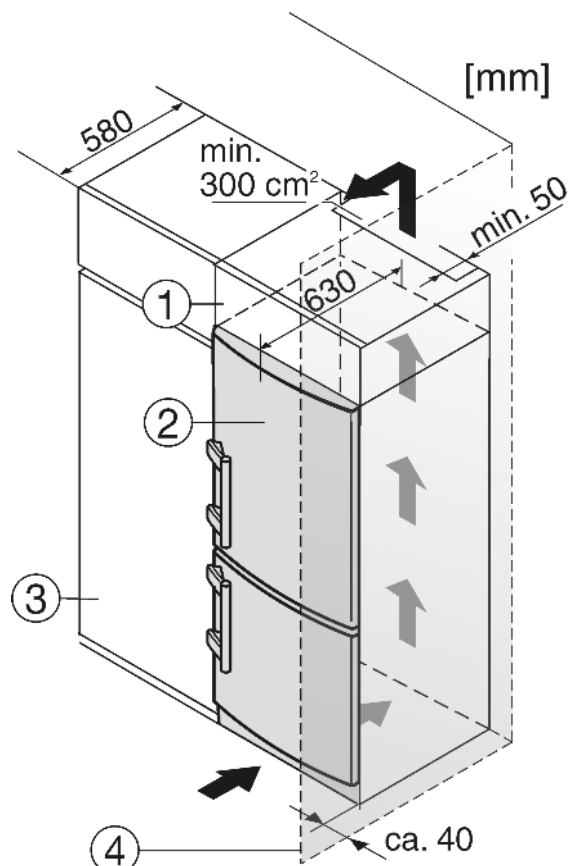

Fig. 5
- (1) Дополнительный шкафчик
- (2) Устройство
- (3) Кухонный шкаф
- (4) Стенка
Устройство может быть окружено предметами кухонной обстановки. Чтобы уравнивать устройство Fig. 5 (2) по высоте с кухонной стенкой, можно установить над устройством соответствующий дополнительный шкафчик Fig. 5 (1).
При комбинировании с обычными кухонными шкафами (глубина макс. 580 мм) устройство можно установить непосредственно рядом с кухонным шкафом Fig. 5 (3). Дверь устройства выступает по сторонам на 34 мм и по центру устройства на 50 мм относительно передней стенки кухонного шкафа. Поэтому ее можно свободно открывать и закрывать.
Если устройство установлено на шарнирах у стены Fig. 5 (4), то расстояние между устройством и стеной должно быть не менее 40 мм. Настолько выступает ручка при открытой дверце.